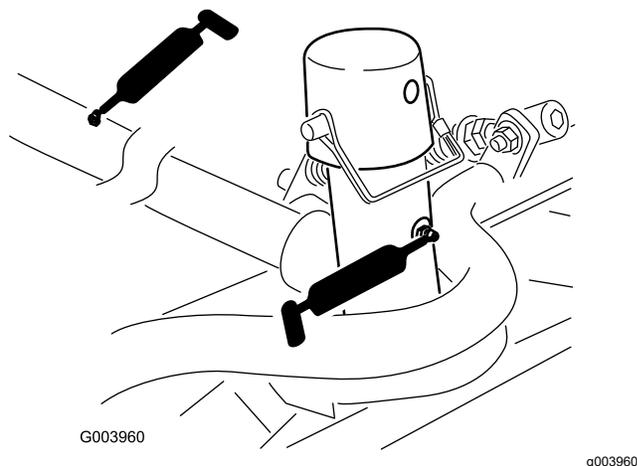

Рисунок 70
- Оси поворота подъемного рычага (по 1 шт.) (Рисунок 70)
- Несущая рама и ось поворота режущего блока (по 2 шт.) (Рисунок 70)